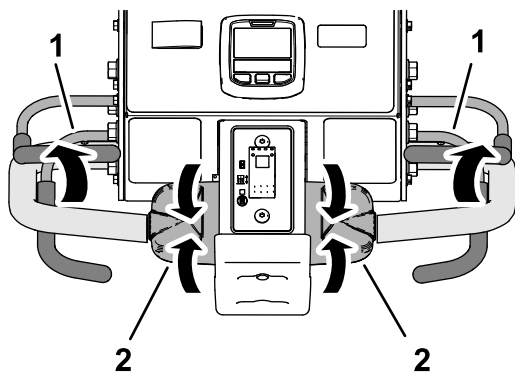

図 98
- 走行コントロールから手を離してニュートラル位置に戻し、オペレータベイルから手を離す 図 98。